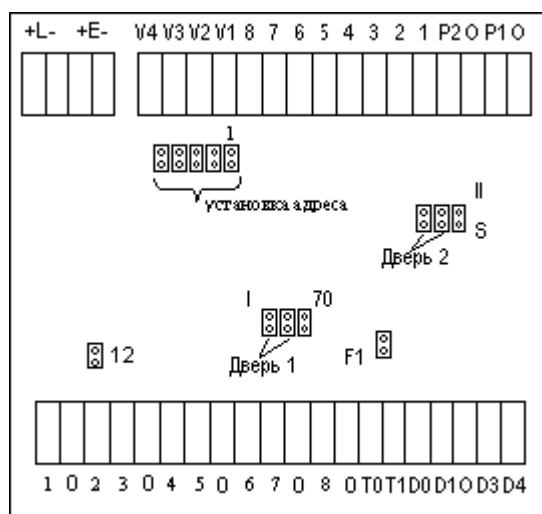

Рис. 5.5.
5.3.15. Расположение выводов БУ882 и БУ882W представлено на рис.5.5.